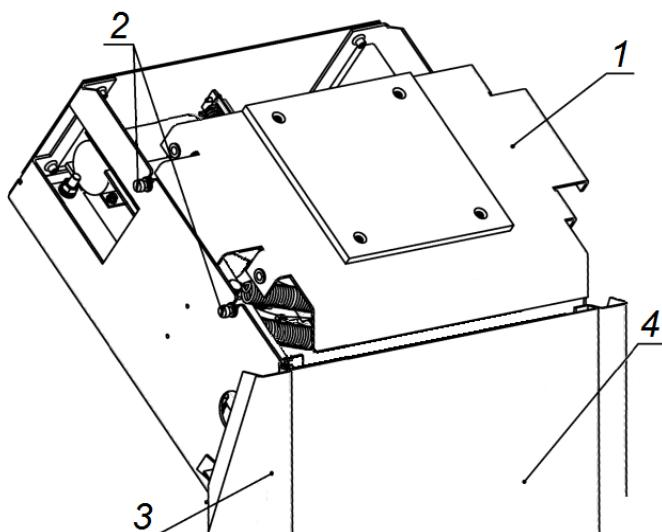

Рисунок 12. Стойка ЭП со снятой крышкой
4. Установите гильзы анкеров (15) в выполненные в полу отверстия так, чтобы они не выступали над поверхностью пола.
6. Снимите крышку ЭП (2). Порядок снятия крышки см. в разд. 6.
7. Снимите заднюю стенку ЭП (4, рис. 12). Для этого смешайте ее вверх вдоль стойки ЭП, до тех пор, пока она не выйдет из зацепления со стойкой. Задняя стенка снабжена двумя парами защелков, расположенными в ее верхней и нижней частях.